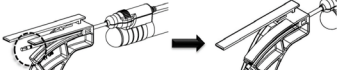

Figura 2
- Certifique-se de que a mais longa das duas listas pretas na câmara se estende para além da extremidade da aba de flexão antes de dobrar (**Figura 2**). Se esta lista não se estender para lá da extremidade da aba, a broca aspiradora pode não funcionar adequadamente depois de dobrada.
NOTA: A ponta da câmara para as brocas aspiradoras de 15ga, 10cm e 13ga, 10cm não se prolonga além da aba dobrada, como ilustrado na **Figura 2**. Para estas brocas aspiradoras, basta inseri-las (até não entrarem mais) na ferramenta de flexão antes de dobrar.